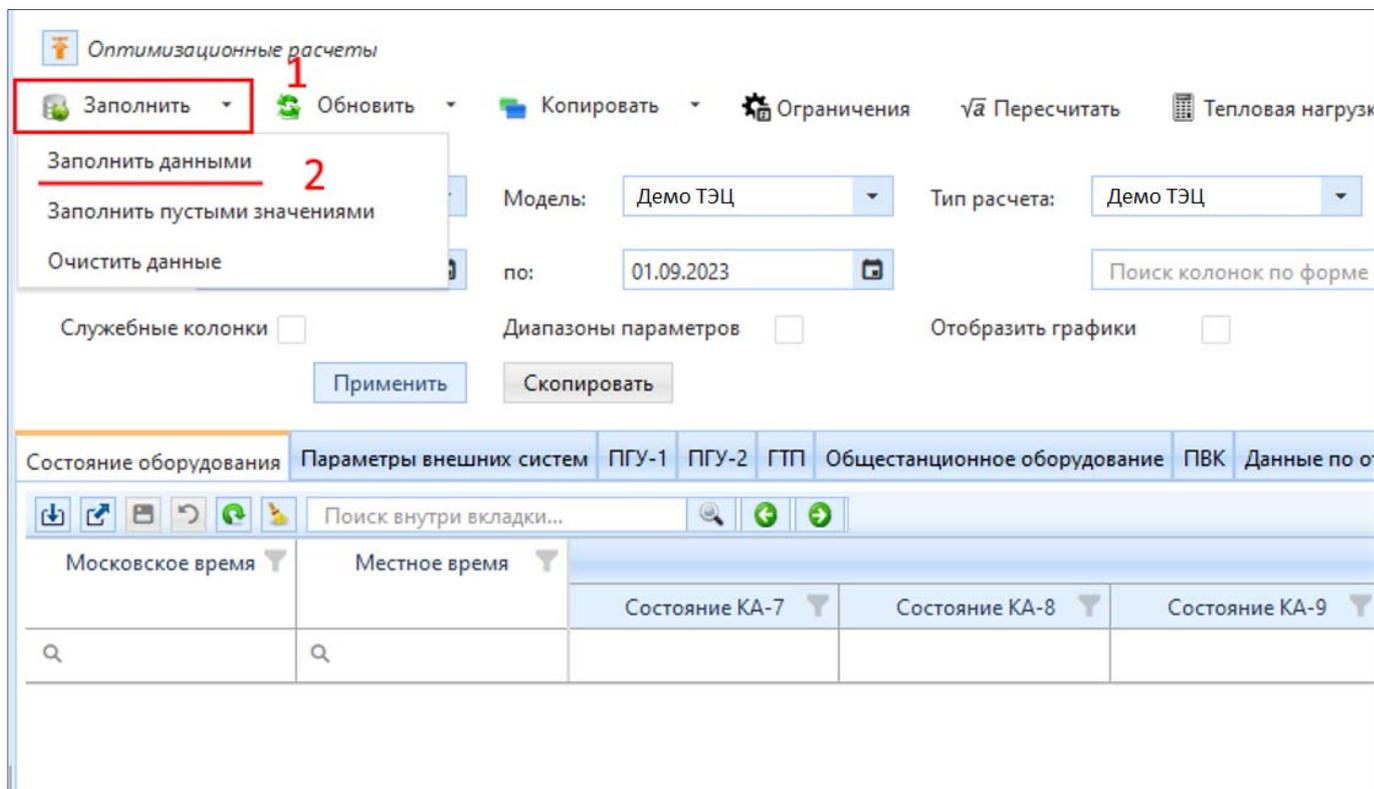

Рисунок 3.4.24 – Заполнение формы ввода
Далее перед пользователем появится «Форма ввода», которую необходимо заполнить с помощью нажатия ЛКМ на кнопку «Заполнить данными» (2) в выпавшем списке, после нажатия ЛКМ на пункт меню «Заполнить» (1) (рис. 3.4.24).